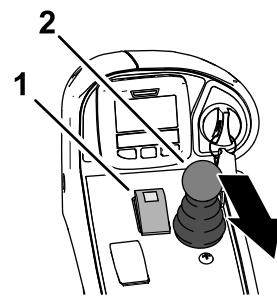

Bild 57
1. Schalten Sie den Zapfwellenschalter in die AUSKUPPELN-Stellung (Bild 57).